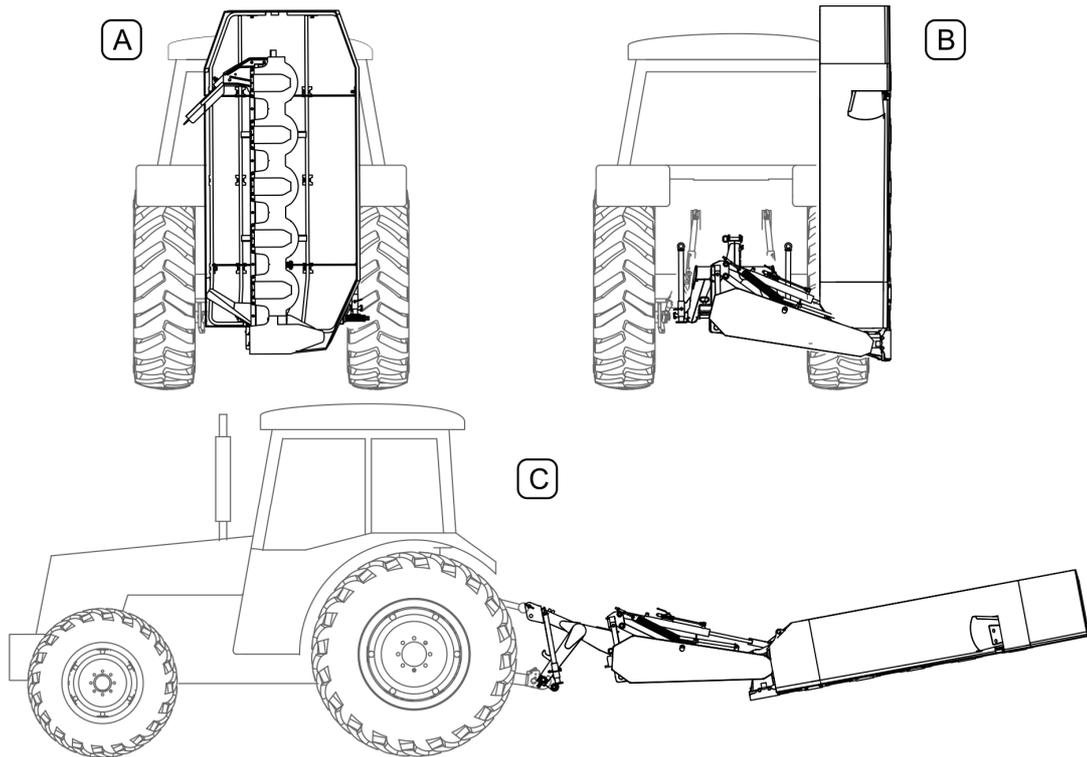
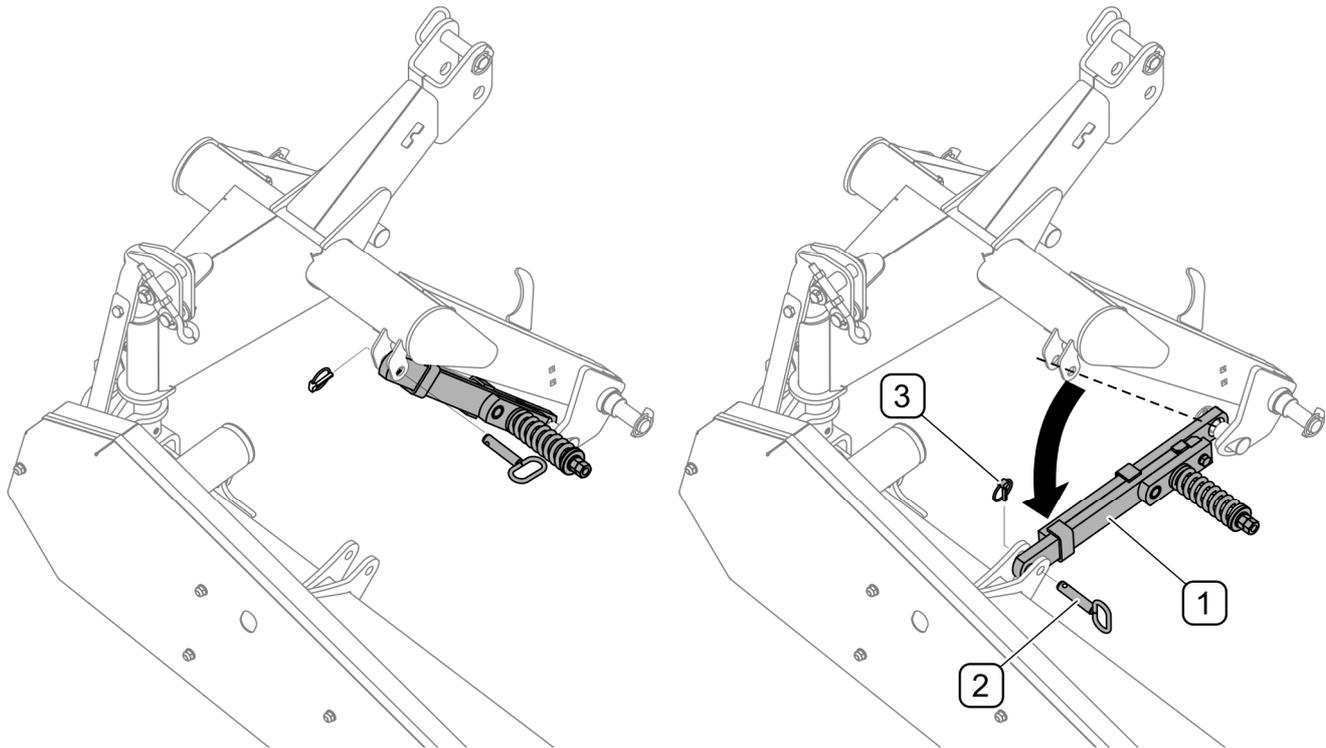

FIGURE 4.3 Position de transport
FIGURE 4.7 Installation des crochets de sécurité
La faucheuse vous permet de régler l'une des trois positions de transport (A, B, C FIGURE 4.3)
(1) - crochet de sécurité ; (2) - boulon; (3) - goupille
Pour démonter le crochet de sécurité (1) du bras support (FIGURE 4.7), retirer la goupille fendue (3) et le boulon (2), soulever le crochet de sécurité (1) et le monter dans le système de suspension. Le crochet de sécurité est retiré pour mettre la faucheuse en position de transport (A, C FIGURE 4.3).
(1) - crochet de sécurité; (2) - boulon; (3) - goupille
Pour verrouiller le bras support en position de travail, installer un crochet de sécurité (FIGURE 4.7). Pour cela, retirez la goupille (3) et, tout en maintenant le crochet de sécurité (1), retirez la boulon (2). Abaissez le crochet de sécurité (1) et fixez-le au bras support à l'aide de la boulon (2) avec la goupille (3).